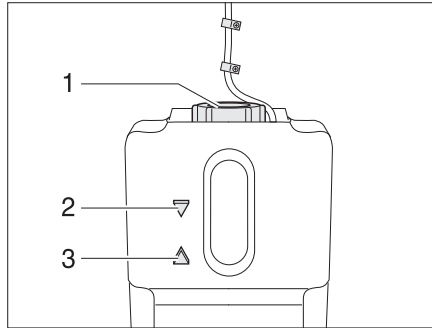

Bild 291 Ausgleichsbehälter Warmwasser-Heizung
- Prüfen, ob am Ausgleichsbehälter (Bild 291) die Flüssigkeit zwischen der Markierung "MIN" (Bild 291,3) und "MAX" (Bild 291,2) steht.
- Am Ausgleichsbehälter den Drehverschluss (Bild 291,1) aufdrehen.